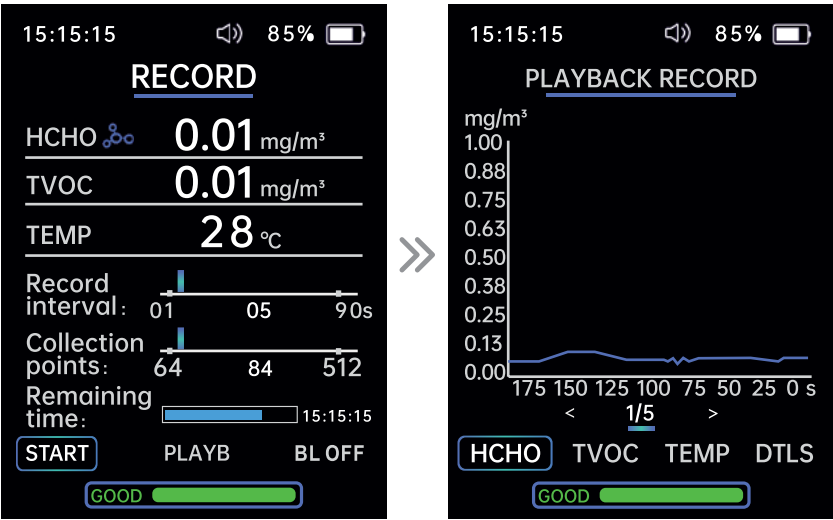

Рисунок 4
Нажимайте кнопки «Влево» (4) и «Вправо» (8) для записи, воспроизведения, включения/выключения подсветки, установки интервала записи, точек сбора данных и оставшегося время (рис. 4).